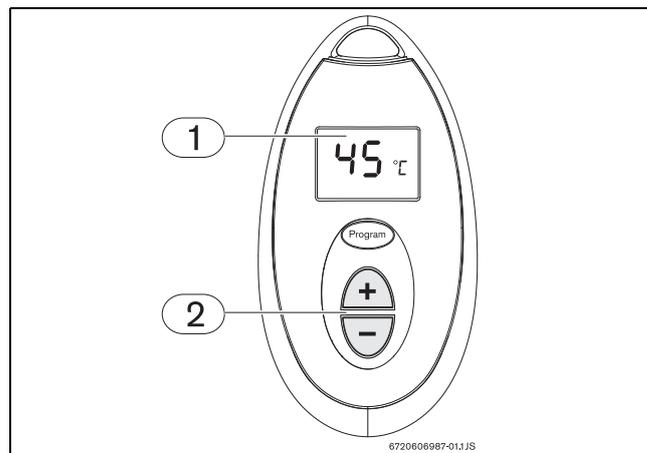

Fig. 30 Réglage de la température
- Appuyez sur les touches  et  ou dans la télécommande (Fig. 30, pos. 2) jusqu'à ce que la température est affiché dans l'écran de la télécommande (Fig. 30, pos. 1).